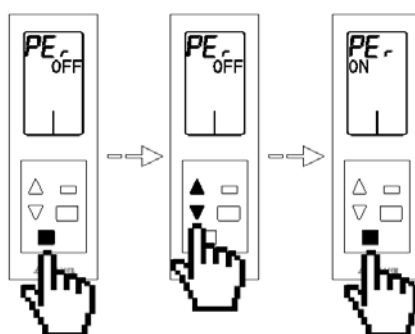

Fig. 102
- Abertura do canal de associação wireless PER:** Esta opção permite abrir o canal de associação wireless do sistema para ligar os elementos wireless Airzone. Por defeito, o canal está fechado **Off**. Para abrir o canal de associação, toque no botão de confirmação , o valor do menu ficará a piscar, indicando que está dentro do menu. Selecione com as setas   a opção **ON**, se deseja abrir o canal de associação e toque no botão de confirmação . Se deseja sair do menu, toque no botão sair  para voltar ao menu anterior. (Fig. 102)